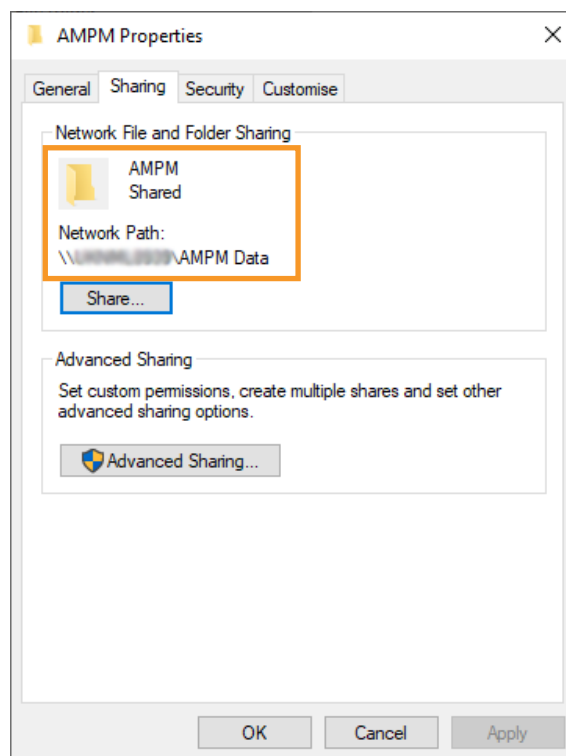

Figure 47 Vérifiez que le dossier est bien partagé
4. Vérifiez que le dossier est bien partagé, puis cliquez sur **Close** (Fermer) (voir la Figure 47).